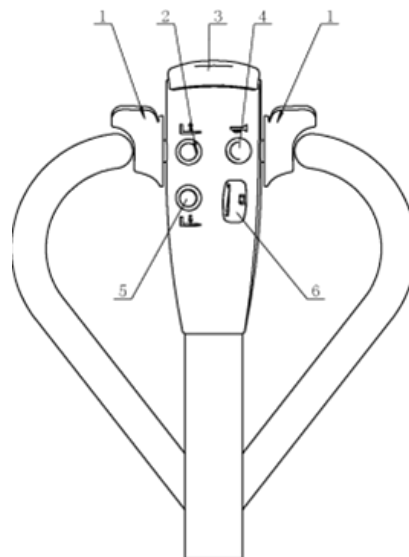

Рисунок 3.
- путем перевода переключателя направления хода (1 на рис.3) в среднее положение или его отпускания: штабелер начнет тормозить до полной остановки;
- кнопка аварийного реверса, находящаяся на уровне живота оператора (3 на рис.3) предотвращает зажатие оператора. Когда оператор приходит в контакт с кнопкой аварийного реверса, штабелер немедленно прекращает движение в заданном направлении и движется назад на некоторое расстояние, затем останавливается. Если рукоятка находится в зоне движения, и штабелер не движется, считайте, что в этой ситуации эта кнопка по-прежнему активна. Необходимо выполнить отключение и повторное включение устройства для перезапуска.
На индикаторе, расположенном на рукоятке управления, отображается уровень заряда АКБ (6 на рис.3). В случае если заряд АКБ слишком низкий, блокируется управление запуском двигателя гидронасоса подъема вилок, штабелер в таком случае может только передвигаться. Штабелер следует немедленно транспортировать в зону зарядки.
рис.3) на рукоятке управления. Регулировка гидросистемы была произведена перед отправкой изделий с завода-изготовителя. Персоналу послепродажного обслуживания или профессиональному техническому обслуживанию, не авторизованному заводом-изготовителем, строго запрещается производить регулировку самостоятельно.
3. Медленно поверните переключатель направления хода (1 на рис.3) для начала движения штабелера и достижения желаемой скорости.
- отпустите переключатель направления хода (1 на рис.3) для его возврата в исходное положение, штабелер замедлит ход, дождитесь полной остановки. Пригоните изделие на специальное оборудованное место под стоянку;
Красная кнопка на конце рукоятки управления – это кнопка аварийного реверса (3 на рис.3). Когда оператор приходит в контакт с кнопкой аварийного реверса, штабелер немедленно прекращает движение в заданном направлении и движется назад на некоторое расстояние. Это защитный выключатель, предназначенный для предотвращения придавливания штабелером оператора, когда оператор сталкивается с препятствием.
Для безопасного движения штабелер оснащен звуковым сигналом. Чтобы привлечь внимание окружающих людей во время движения, нажмите кнопку звукового сигнала (4 на рис.3), и звуковой сигнал предупредит окружающих.
Медленно двигайтесь с грузом к зоне разгрузки с последующей остановкой в зоне разгрузки. Плавно нажмите на кнопку опускания вил (5 на рис.3), пока вилы не переместятся в минимальное нижнее положение. Убедитесь, что груз полностью находится на месте разгрузки, плавно сдайте назад для вывода вил из-под груза.